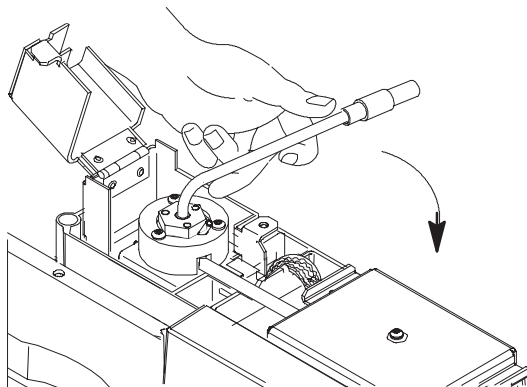

図 7 ビーズ アセンブリ ケーブルの曲げ
- 6 ビーズ アセンブリのケーブルを 90 度 (図 7) だけ注意深く曲げます。下図に示すようにケーブルをかならず支えてください。